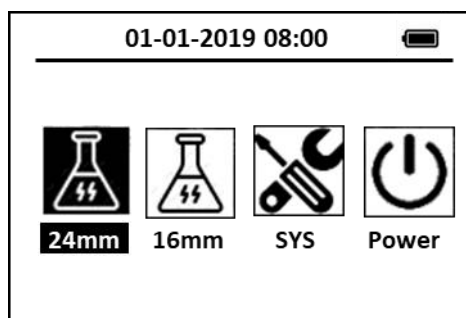

图 5 主界面
Pyxis HM-900 提供直观的图标菜单，如图 5，协助用户操作。主页上三大图标说明如下：
4. 将空白样插入适配器，如图 5所示。选择16mm图标，按OK键。使用导航键和OK键选择适合的标准曲线（offshore oil 海洋石油、Diesel柴油、和Heavy Fuel Oil重油）即校准曲线。用左右键选择所选油类的测量范围，LR为低量程，HR为高量程。点击 ZERO 进行空白校准。